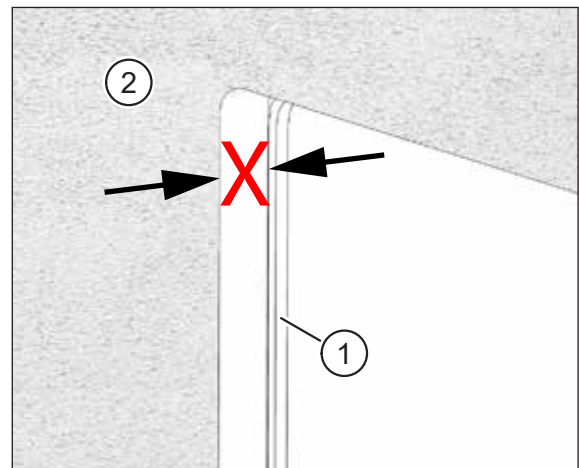

Abb. 27: Putz steht über Putzrahmen über
- Der Putz (Pos. 2 in Abb. 27) steht über den Putzrahmen (Pos. 1 in Abb. 27) über.